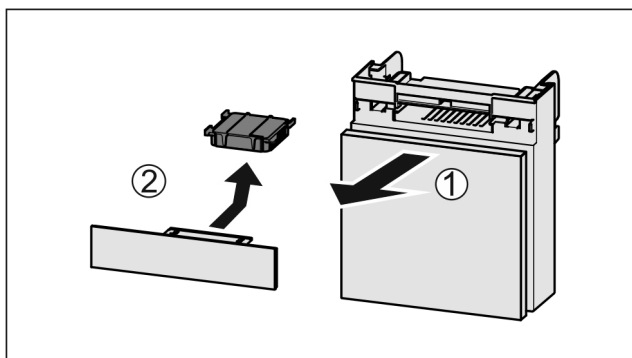

Fig. 195
- ▶ 向前拉出 Fig. 195 (1) 抽屉。
- ▶ 取出 Fig. 195 (2) 活性炭过滤器。